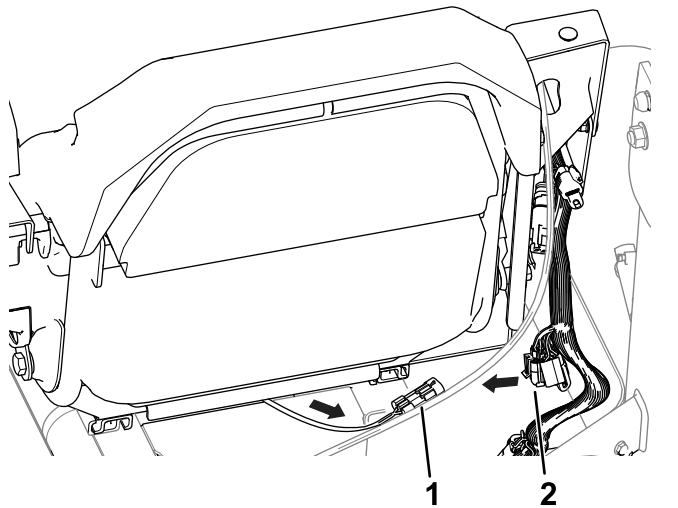

図 2
1. 運転席ベースと運転席との間に、シートスイッチハーネスをマシンのワイヤハーネスに向かって配設する 図 2。